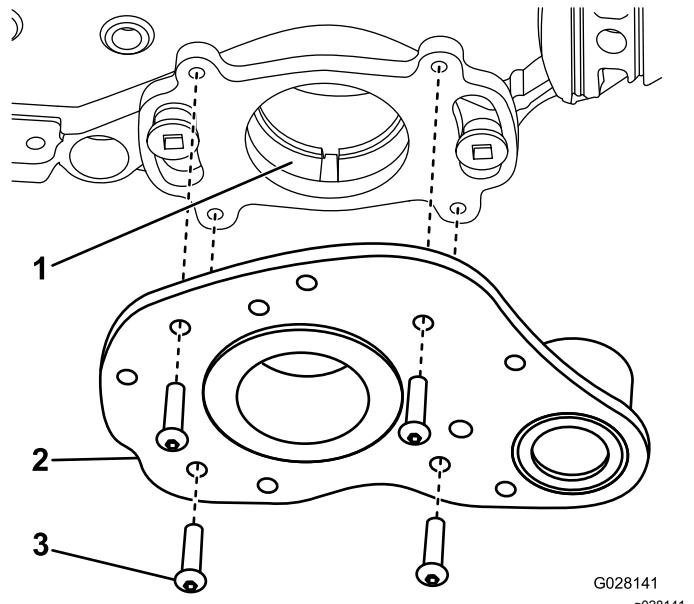

Figura 9
2. Lubrificate leggermente l'O-ring e la perforazione pilota con del grasso (Figura 9).
3. Fissate il gruppo di trasmissione alla piastra di montaggio posteriore con 4 viti (Figura 9).